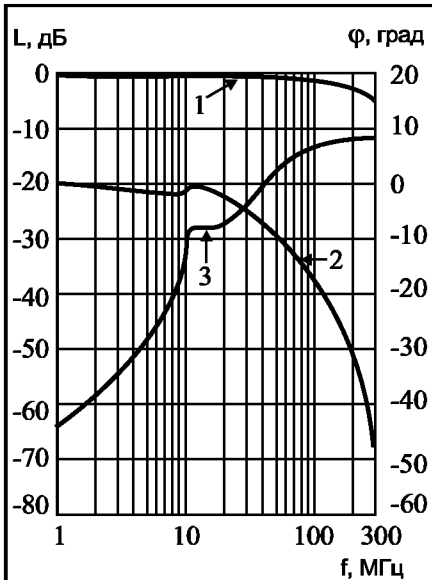

Рис. 9. Частотные характеристики последовательного коммутатора на ИМС MAX312
• $C_{си}$ (емкость вход-выход). Наличие этой емкости приводит к прохождению сигнала через разомкнутый ключ, причем на высоких частотах это прохождение возрастает. На рис. 9 показан этот эффект для микросхемы четырехканального аналогового коммутатора типа MAX312. Здесь кривая 1 представляет собой амплитудно-частотную характеристику последовательного ключа, нагруженного на резистор 50 Ом в замкнутом состоянии. Кривая 2 — фазочастотная характеристика для этого же случая. Кривая 3 представляет амплитудно-частотную характеристику ключа в разомкнутом состоянии при той же нагрузке. Как видно, даже при нагрузке 50 Ом сквозное прохождение сигнала на высоких частотах становится значительным. При нагрузке 10 кОм ситуация со сквозной передачей сигнала, конечно же, намного хуже.
- C_o , C_i (емкость относительно земли). Шунтирующая на землю емкость приводит к упомянутому ранее спаду частотной характеристики (кривые 1 и 2 на рис. 9). Совместно с сопротивлением источника сигнала и сопротивлением замкнутого ключа R_o , эти емкости образуют фильтр нижних частот. Ситуация осложняется при высокоомном источнике сигнала.